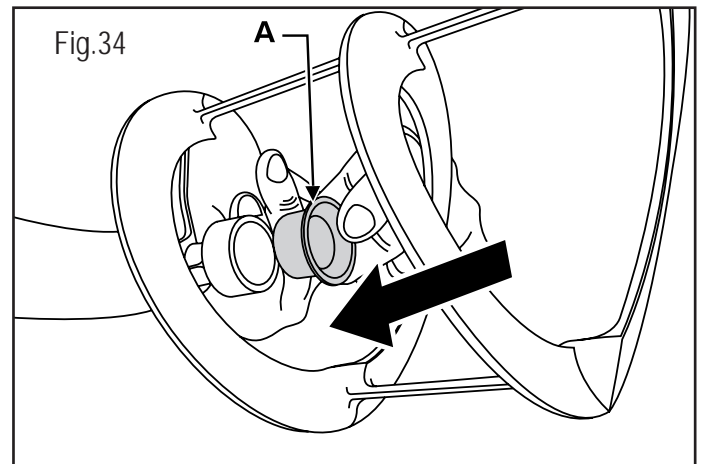

Fig.34
Instalar la junta (A) en la pala espiral procediendo de la manera ilustrada en la fig.34.
Guarnición del depósito no lubricada. (Fig.34)	Lubricar el depósito de modo correcto